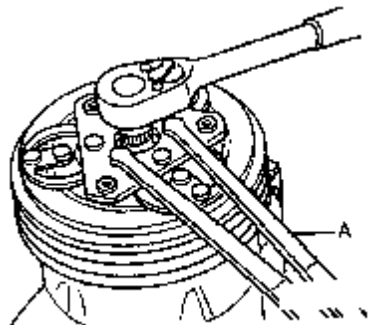

图 13-37 拆装组合螺栓
①如图 13-37 所示, 拧出六角组合螺栓, 六角组合螺栓拧紧力矩为 15Nm。拆卸时可采用双孔螺母 3212 (图中 A) 相对把牢, 插销的直径为 4mm。
②如图 13-37 所示, 使用专用工具 V.A.G1719 拔下从动盘。拆卸时用双孔螺母板头 3212 (图中 A) 相对把牢。